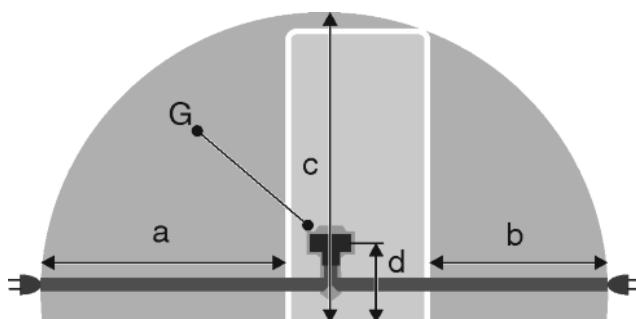

Fig. 25
- Розетка находится вне зоны задней стенки в данной зоне. Fig. 25 (a, b, c)
- Штекер устройства Fig. 25 (G) подсоединить с задней стороны устройства. Следить за правильной фиксацией.